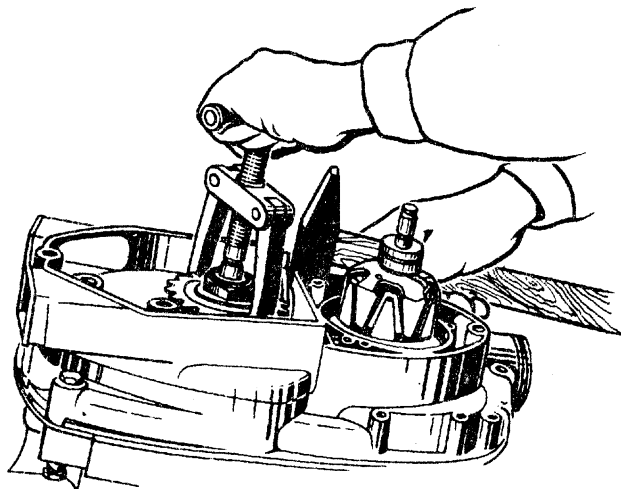

Рис. 3.16. Снятие крышки коробки передач
- снять крышку коробки передач в соответствии с рис. 3.16 при помощи приспособления П-13 (см. табл. 7.4.), не допуская повреждения прокладки. Ес-